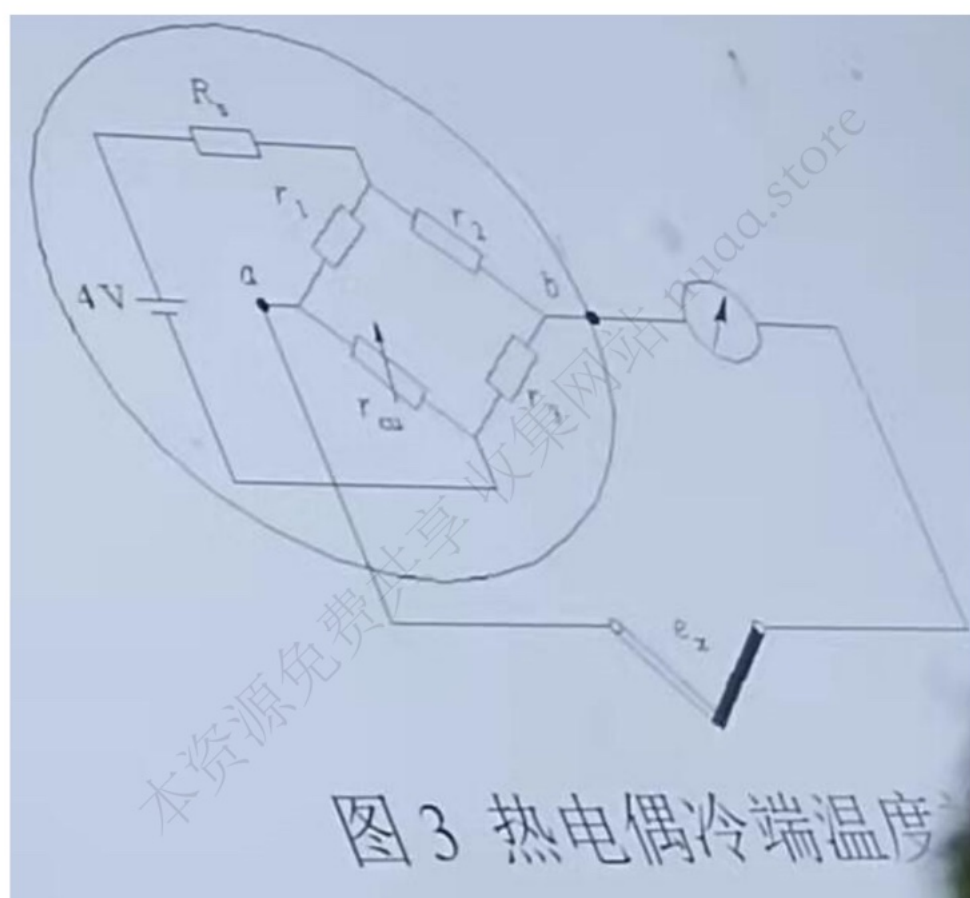

图3 热电偶冷端温度
4、(8分) 1) 请说明热电偶的工作原理。2) 图3所示是一种热电偶冷端温度补偿电路, 请说明其工作原理。(其中 r_1 、 r_2 、 r_3 都是温度系数很小的热电阻, 可认为不随温度变化。)